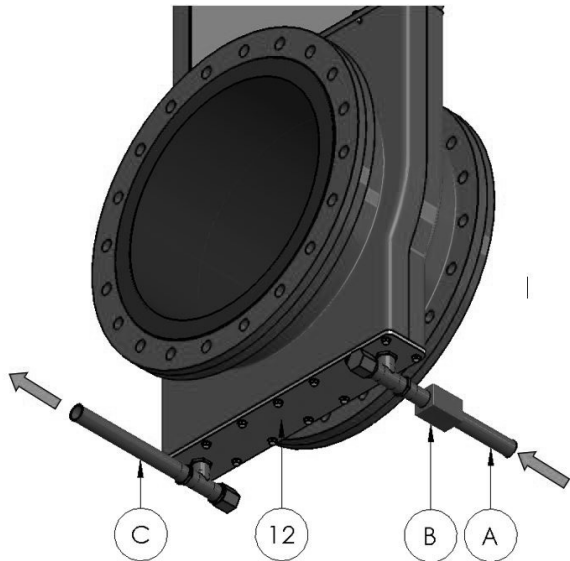

Figura 11. Exemplo de descarga 2.
No exemplo de descarga 2 (Figura 11), a água é fornecida por um lado e drenada pelo outro lado da válvula. É necessário ter uma válvula de corte (B) a montante ou no lado de abastecimento da linha de água de descarga para evitar que a água flua constantemente. Ela pode estar localizada em qualquer lugar, mas geralmente é instalada próxima à válvula.